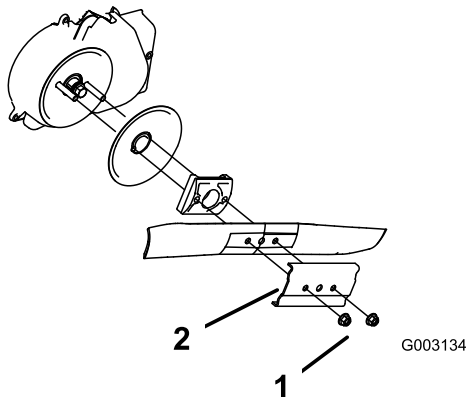

Figure 36
3. Retirez les 2 écrous de la lame et le renfort (Figure 36).
4. Déposez la lame (Figure 36).
5. Posez la nouvelle lame (Figure 36).